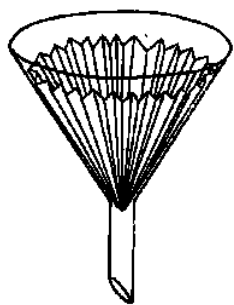
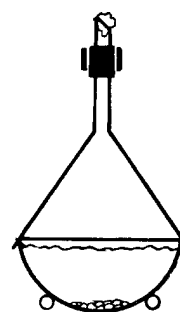
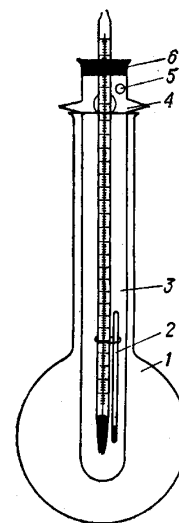

Рис. 1. Конічна воронка зі складчатим фільтром
Рис. 2. Прилад для возгонки при
Рис. 5. Прилад для визначення Т. пл.:
Фільтрування – операція механічного розділення твердих та рідких компонентів у суміші. При цьому рідину з частинками твердої речовини пропускають через пористу перегородку – фільтр (рис.1).
Конічна лійка зі складчатим фільтром (рис. 1), прилад для сублімації (рис. 2), прилад для перегонки (рис. 3), прилад для екстракції (рис. 4), прилад для визначення температури плавлення (рис. 5), стакани хімічні на 100 та 250 мл, колба круглодонна на 250 мл, маленька фарфорова ступка з товкачиком, скляні трубки довжиною 40–50 см, скляні капіляри, скло предметне, гумове кільце для прикріплення капіляра до термометра, кип'ятильні камінці, фільтрувальний папір. Бензойна кислота, нафтален, купрум (II) сульфат, 5 % розчин, розчин йоду в KI, хлороформ.
Пробірку наповнюють на $\frac{1}{4}$ водою, додають невелику кількість (0,5 г) технічної бензойної кислоти й обережно нагрівають до кипіння. Швидко, не допускаючи охолодження розчину, відфільтровують його від домішок у склянку чи пробірку через фільтр, розміщений у скляній лійці, змочений невеликою кількістю гарячої води (рис. 1). У фільтраті після охолодження виділяються кристали чистого продукту. Кристали відділяють та висушують фільтрувальним папером.
Близько 0,5 г подрібненого технічного нафталену вносять у суху склянку, закриту круглодонною колбою з водою (рис. 2). Склянку з нафталеном повільно нагрівають. Сублімований чистий продукт збирають.
У ступці подрібнюють невелику кількість досліджуваної речовини і поміщають її на предметне скло. Притискають до речовини відкритий кінець капіляру, вдавлюючи речовину в капіляр. Для того, щоб речовина перемістилася на дно капіляру, капіляр кидають запаяним кінцем у скляну трубку довжиною 40 – 50 см, поставлену вертикально на стіл. Таким чином, слід набрати в капіляр шар речовини висотою 5 – 8 мм. Гумовим кільцем прикріплюють капіляр з речовиною до термометра так, щоб шар речовини знаходився на рівні ртутної кульки термометра, та вставляють термометр у прилад для визначення температури плавлення (рис. 5) так, щоб термометр і капіляр не торкались стінок пробірки приладу.